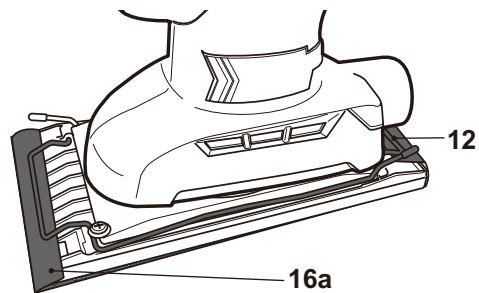

Fig. 14
> Estire el papel de lijado (16a) y fije el otro extremo con la segunda barra de sujeción (12) (Fig. 14).